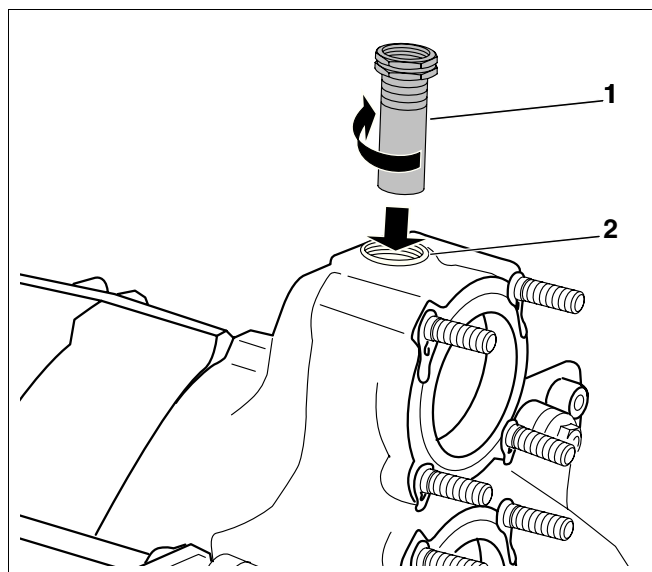

Рис. 20 Установка гильзы для датчиков
- Вставить гильзу 3/4" (длина: 110 мм) (рис. 20, **поз. 1**) сверху в резьбовое отверстие 3/4" штуцера подающей линии (рис. 20, **поз. 2**).